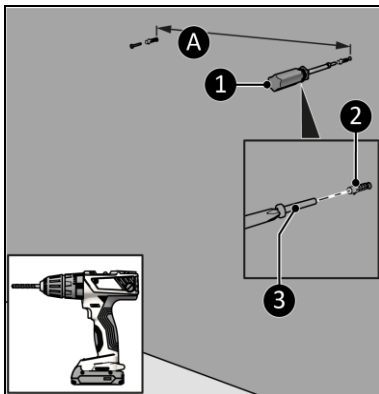

Figure 8
4. Percez deux trous à environ 160 mm l'un de l'autre (figure 8, pos. A). Et avec une distance minimale du sol de :
5. Insérez des chevilles murales (figure 8, pos. 2).
6. Vissez deux grandes vis (figure 8, pos. 3) au support mural à l'aide d'un tournevis Phillips (figure 8, pos. 1). Laissez les vis dépasser de quelques millimètres du mur.